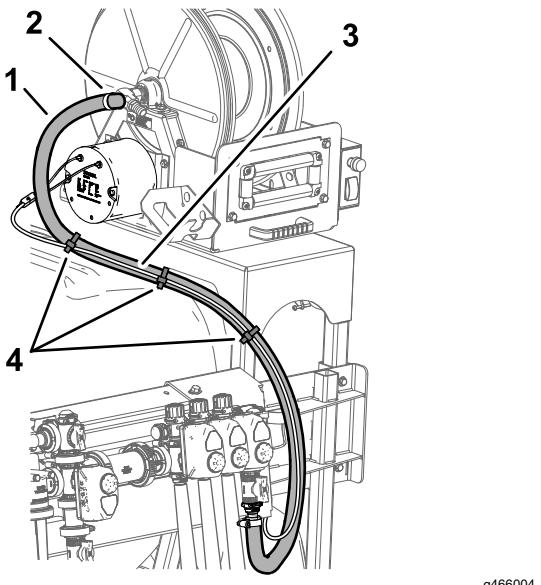

図 50
4. 図 50 のように、ホース 180 cm をホースリールアセンブリのバーブに接続してホースクランプで固定する。
5. ケーブルタイ3本を使って、ホースリール用ワイヤハーネスをホースリール給液ホースに固定する。図 50